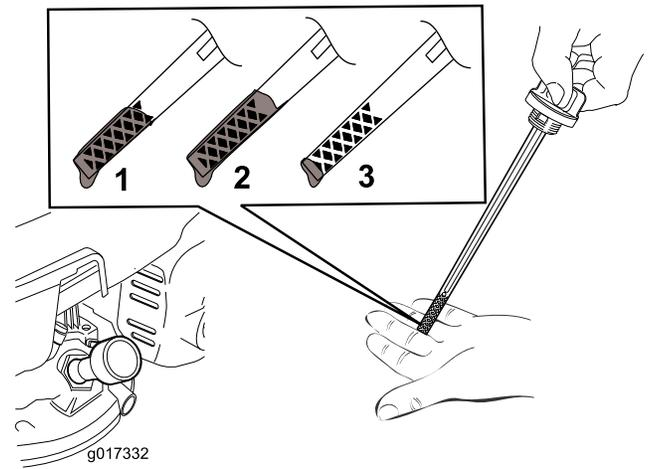

Figura 7
- Retire la varilla girando el tapón en el sentido contrario a las agujas del reloj y tirando del mismo (Figura 7).
- Observe el nivel de aceite en la varilla (Figura 7).